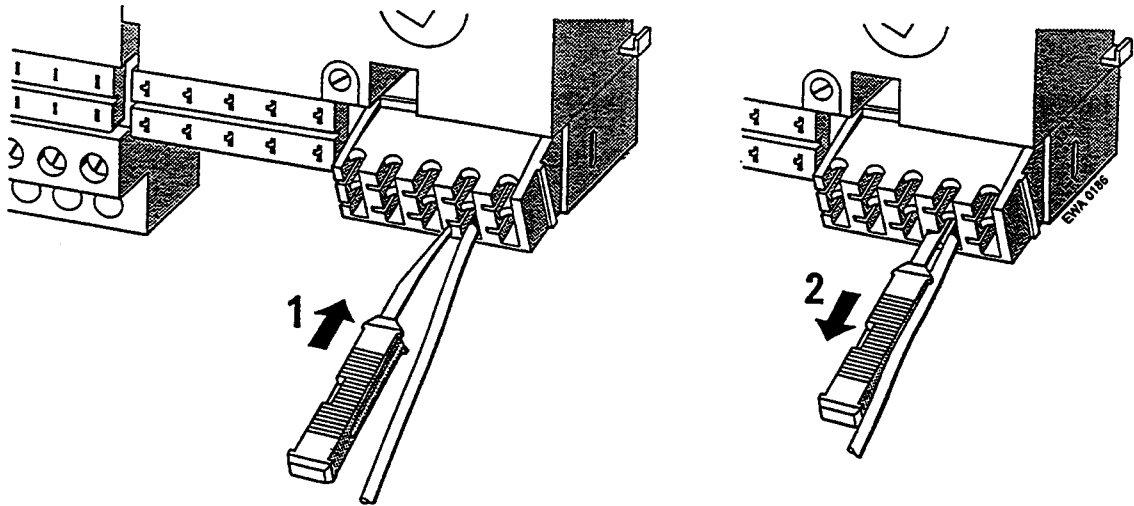

Bild 5.11 Kontakt demontieren
- ▶ Bringen Sie den Kontaktträger in die Stellung wie in Bild 5.11.